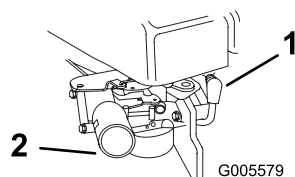

Figure 12
1. Branchez la bougie (Figure 12).
3. Appuyez sur l'amorceur à 3 reprises, en marquant une pause d'une seconde chaque fois (Figure 12).
2. Débranchez la bougie (Figure 12).